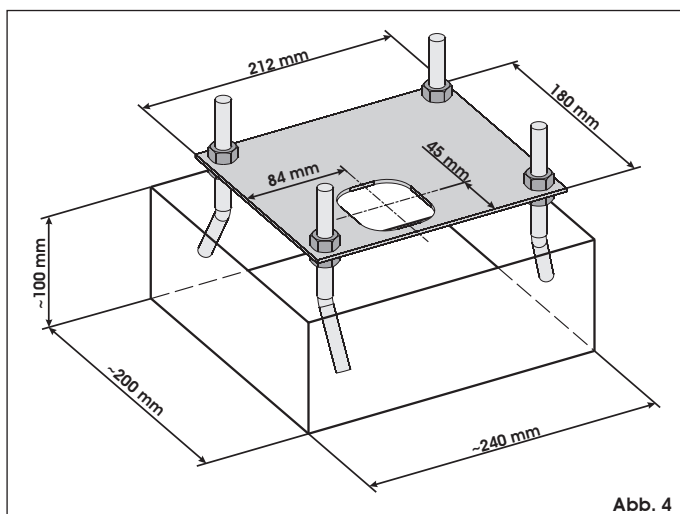
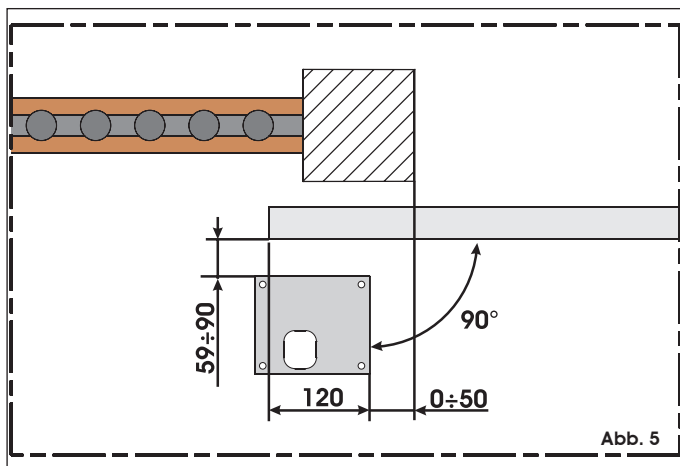
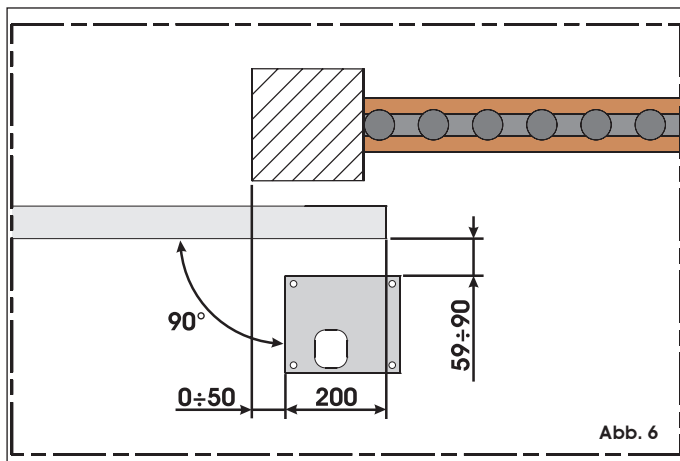

Abb. 4
Abb. 5
Abb. 6
2. Einen Aushub für die Grundplatte vornehmen, siehe Abb. 4. Die Gründungsplatte ist laut Angaben in Abb. 5 (Schließen rechts) oder Abb. 6 (Schließen links) zu positionieren, um das ordnungsgemäße Eingreifen zwischen Ritzel und Zahnstange zu gewährleisten.
2) Der Antrieb wird für eine Montage geliefert, bei der – von der Innenseite aus gesehen – das Tor rechts vom Antrieb geschlossen wird (Abb. 5). Wenn das Tor links geschlossen wird, muss die Verbindung der an den Klemmen des Motors angeschlossenen Kabel ausgetauscht werden.